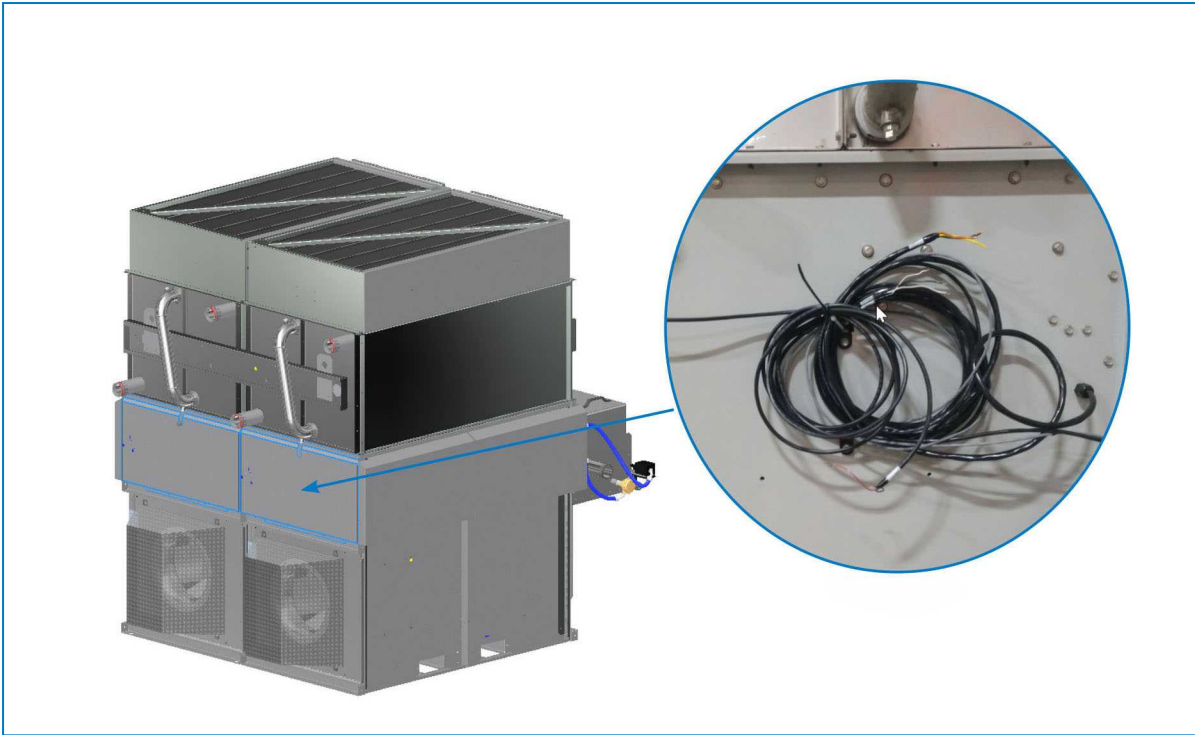
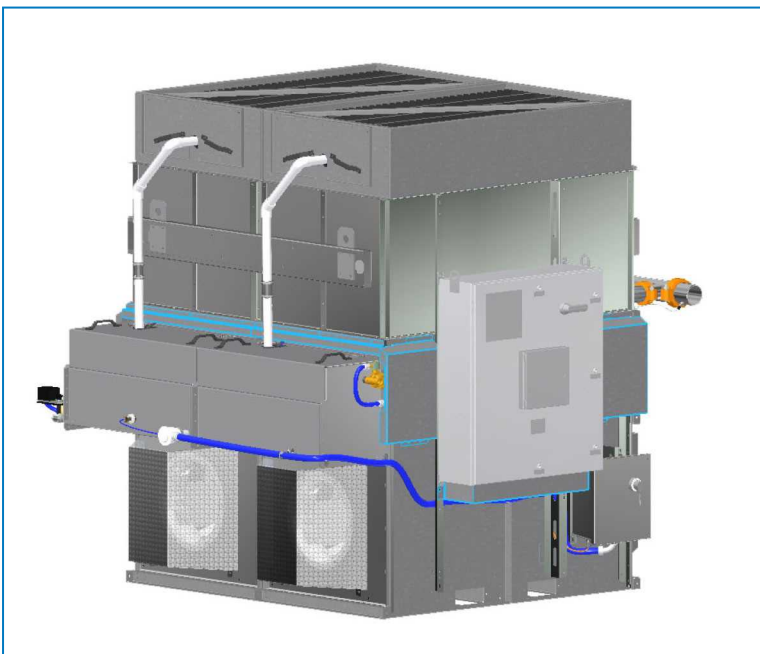
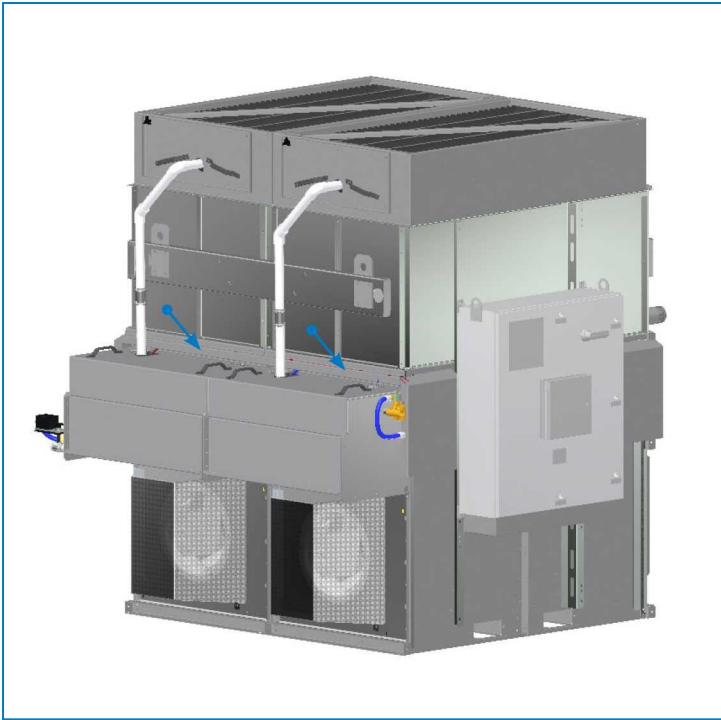

Abbildung 11 Ort der Lüfterverkabelung
Abbildung 14 Ort der Abdeckplatten rund um die Konsole des iPilot®-Steuerungssystems (optionale Beckenheizung abgebildet)
Abbildung 19 Kabelabdeckung einbauen
1. Entfernen Sie die hintere Abdeckplatte an der gegenüberliegenden Seite des Wasserbeckens (Fläche D). Suchen Sie das Lüfterkabel, das sich unter der Abdeckplatte für jedes Modul befindet. Siehe Abbildung 11.
1. Entfernen Sie den Rest der Abdeckplatten um die Steuerkonsole und über dem Sprühwasserbecken. Behalten Sie das Montagematerial für die Wiederanbringung der Platten. Siehe Abbildung 14.
10. Bringen Sie die Kabelabdeckplatte oben am Sprühwasserbecken an. Siehe Abbildung 19. Bringen Sie die Abdeckplatte hinten und an der Seite an. Siehe Abbildung 11 und 12. Bauen Sie schließlich die Abdeckplatten rund um die Konsole des iPilot®-Steuerungssystems an, siehe Abbildung 14.